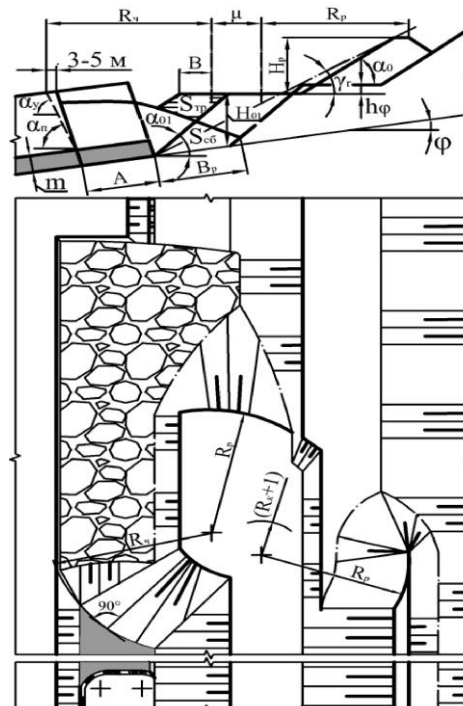

Рис. 2.2 – Бестранспортная разработка вскрышного уступа над пологим угольным пластом («Райчихинская» схема)
1. Изучить порядок разработки развала уступа драглайном с отсыпкой двухъярусного отвала (рис. 2.2).